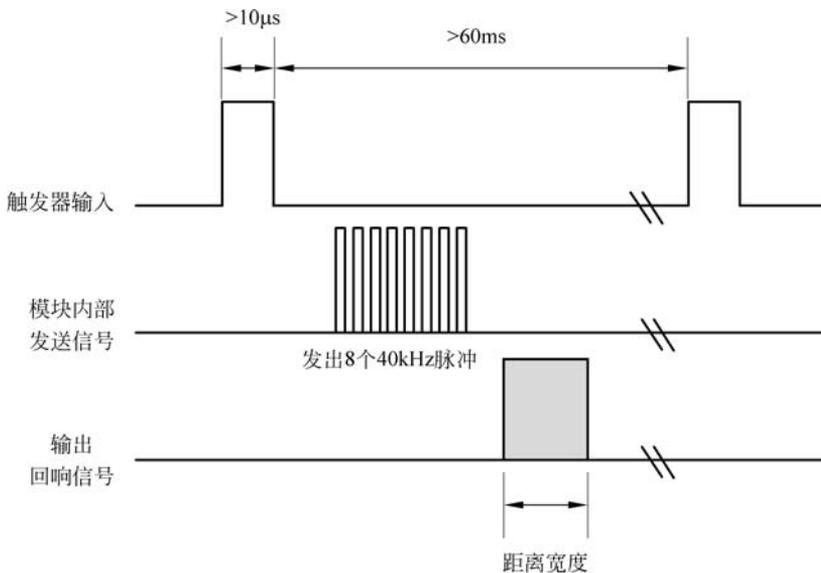

图 5-32 HC-SR04 获取距离时序图
- (1) 使用 Arduino 控制 HC-SR04 传感器的 TRIG 引脚最少维持  $10\mu\text{s}$  的高电平信号；
- (2) HC-SR04 传感器会自动发送 8 个  $40\text{kHz}$  的方波, 传感器自动检测距离信号；
- (3) 若有信号返回, 则通过 ECHO 输出一段时间的高电平, 高电平持续的时间就是超声波从发射到返回的时间。测试距离  $d = (\text{高电平时间 } t \times \text{声速 } v(340\text{m/s}))/2$ , 这里  $t$  的单位为 s。如果距离  $d$  的单位为 cm, 可以简化公式为  $d = t / (29 \times 2)$ , 这里  $t$  的单位为 ms。
- 对应时序图如图 5-32 所示。